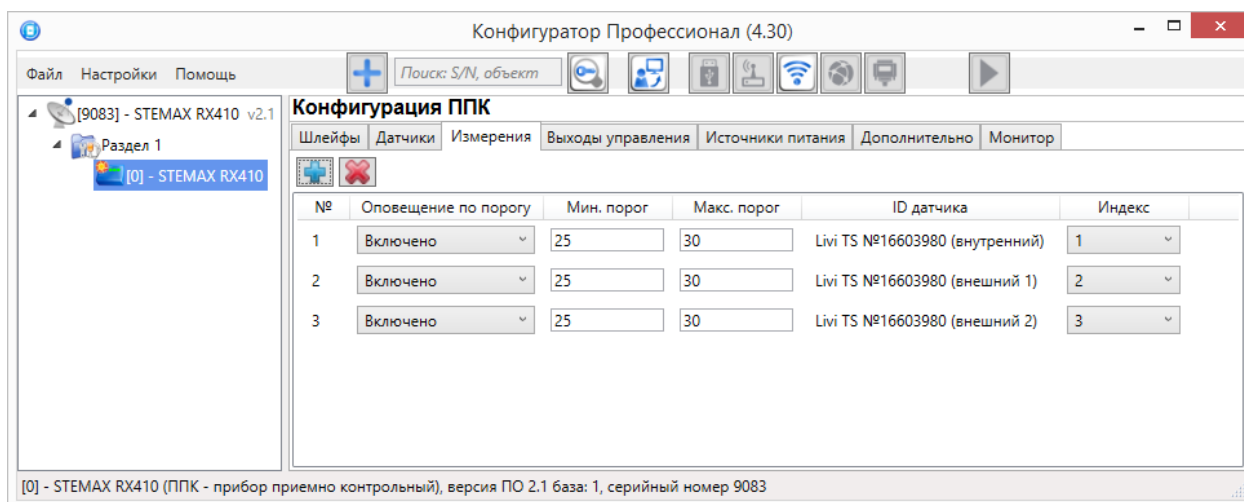

Рисунок 4.38 – Окно *Список найденных датчиков*
- 2) На вкладке «Измерения» нажмите кнопку  в верхнем левом углу (см. рисунок 4.38).
Настройка параметров работы с зарегистрированными сенсорами выполняется в таблице с описанными ниже столбцами (см. рисунок 4.38).
Для удаления канала измерения из конфигурации выделите его в списке и нажмите кнопку  в верхнем левом углу вкладки (см. рисунок 4.38).